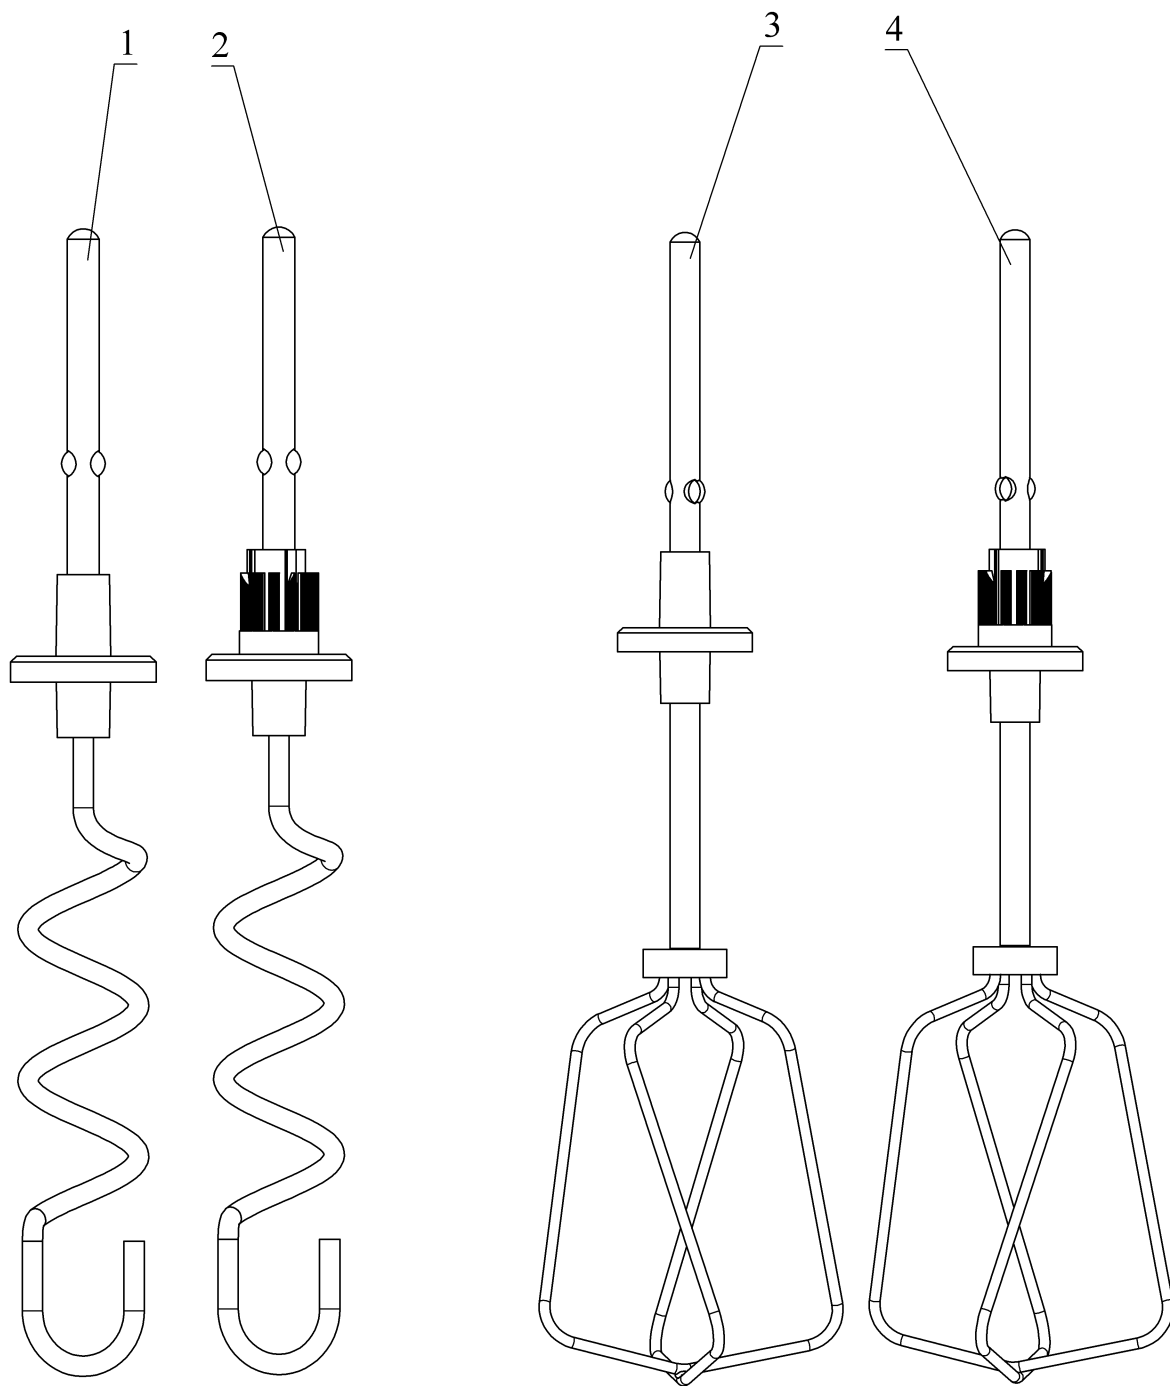

Рисунок 4 - Насадки тестомесилка и кремвзбивалка
7.3.1 При выходе из строя деталей и сборочных единиц насадок кремовзбивалка и тестомесилка (рисунок 4) - заменить их на новые. Перечень сборочных единиц насадок и их обозначения приведены в таблице 8.